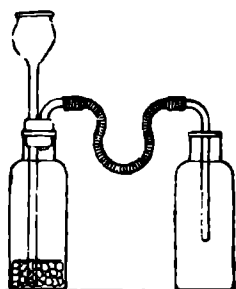

Рис. 185. Наполнение банки углекислым газом.
■ **Опыт 1.** Соберите приборчик, как на рис. 185. В приборчик поместите кусочки мрамора и прилейте разбавленной соляной кислоты.